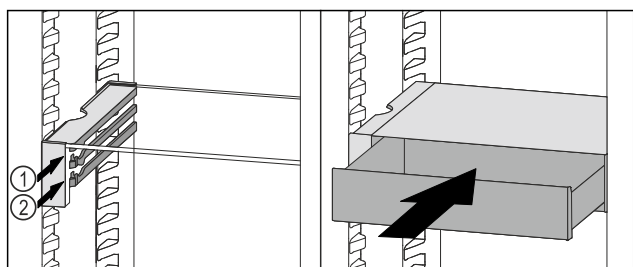

Fig. 136
- ▶ Stavite ladicu VarioSafe ukoso iza zaustavljača na željeni žlijeb Fig. 136 (1) ili Fig. 136 (2).